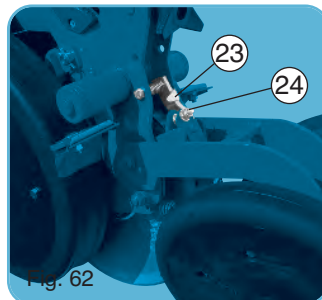

Fig. 62
In damp soil, a packing up of the wheel is always possible, in this case, retract the wheel using the latch (23) fig. 62. If this is not sufficient, the wheel only must be removed, leaving the frame (4) on the metering unit. The reversible Greenflex scraper (11) should be controlled from time to time and adjusted with precision using the nut (24) fig. 62.
Koło przeznaczone jest do użytku raczej na suchych glebach, przy wszystkich rodzajach siewu. Na terenie zbyt wilgotnym, zapychanie się na poziomie koła jest zawsze możliwe. W przypadku zapychania się, należy unieść koło poprzez przesunięcie płytki oporowej (23) (fig. 62). Jeśli ta czynność nie okaże się wystarczająca, trzeba będzie ściągnąć samo koło pozostawiając uchwyt (4) na sekcji. Skrobak (11) Greenflex jest obracalny i musi być od czasu do czasu przeglądany a w razie potrzeby precyzyjnie dokręcony za pomocą nakrętki (24) (fig. 62).
Această roată poate fi utilizată în soluri mai degrabă uscate, pentru toate tipurile de semințe. În soluri umede, roata poate fi oricând retrasă și blocată cu ajutorul unui opritor (23) fig. 62. Dacă această operațiune nu este suficientă, roata trebuie demontată, lăsând pe unitatea de distribuție doar cadrul (4). Razuitorul reversibil Greenflex (11) trebuie verificat periodic și reglat cu precizie cu ajutorul piuliței (24) fig. 62.
- Retracted position (fig. 62).
- Pozycja uniesiona (fig. 62).
- Poziție retractată (fig. 62).